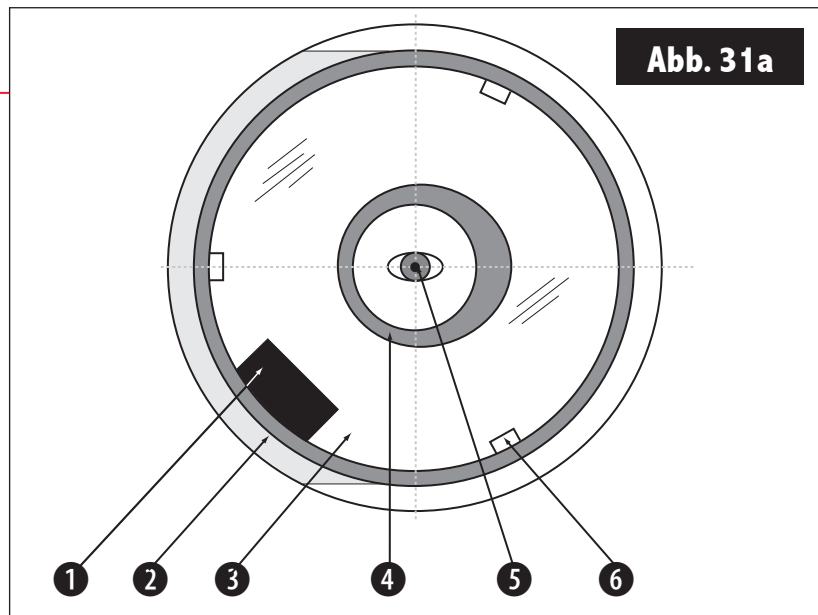

Abb. 31a
Abb. 31a zeigt den Blick durch ein korrekt kollimiertes Newton-Teleskop, so wie man ihn durch einen Fokussierer ohne Okular sieht.
1. Schauen Sie durch den Fokussierer und drehen Sie den Tubus in den Rohrschellen so, dass sich der Hauptspiegel des Teleskops rechts und die Korrekturplatte des Teleskops zu Ihrer Linken befindet. Der Fangspiegel wird, wie schon gezeigt (2, Abb. 31a), in der Mitte erscheinen. Wenn der Fangspiegel sich nicht in der Mitte befindet, zentrieren Sie ihn mit den 4 Kollimationsschrauben, die sich im Kunststoffgehäuse des Fangspiegels befinden.
2. Wenn sich die Reflexion des Hauptspiegels (3, Abb.31a) nicht in der Mitte auf der Oberfläche des Fangspiegels befindet, zentrieren Sie ihn mit den 4 Kollimationsschrauben, die sich im Kunststoffgehäuse des Spiegels befinden.